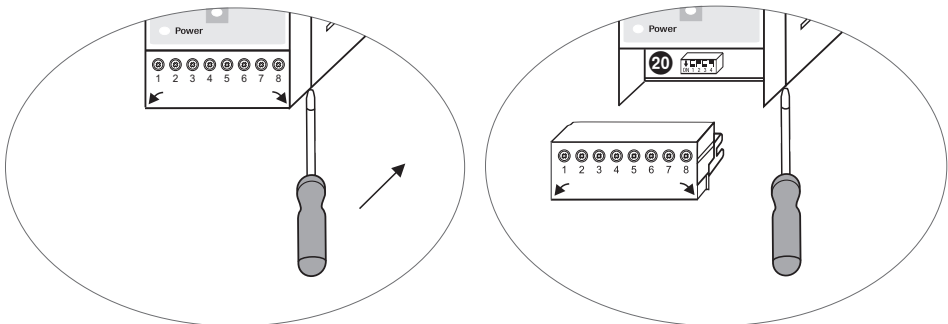

Fig. 14
- **Untere Klemmleiste abziehen. Fig. 14**